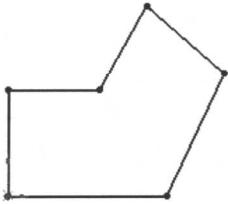

图 1-4 绘制草图
(4) 进行草图绘制。用草图工具生成一草图，如单击“草图”工具栏中的“直线”按钮 N ，绘制如图 1-4 所示的草图。这里将其中一个特征点定在原点上，为下一步标注和添加几何关系作好准备。